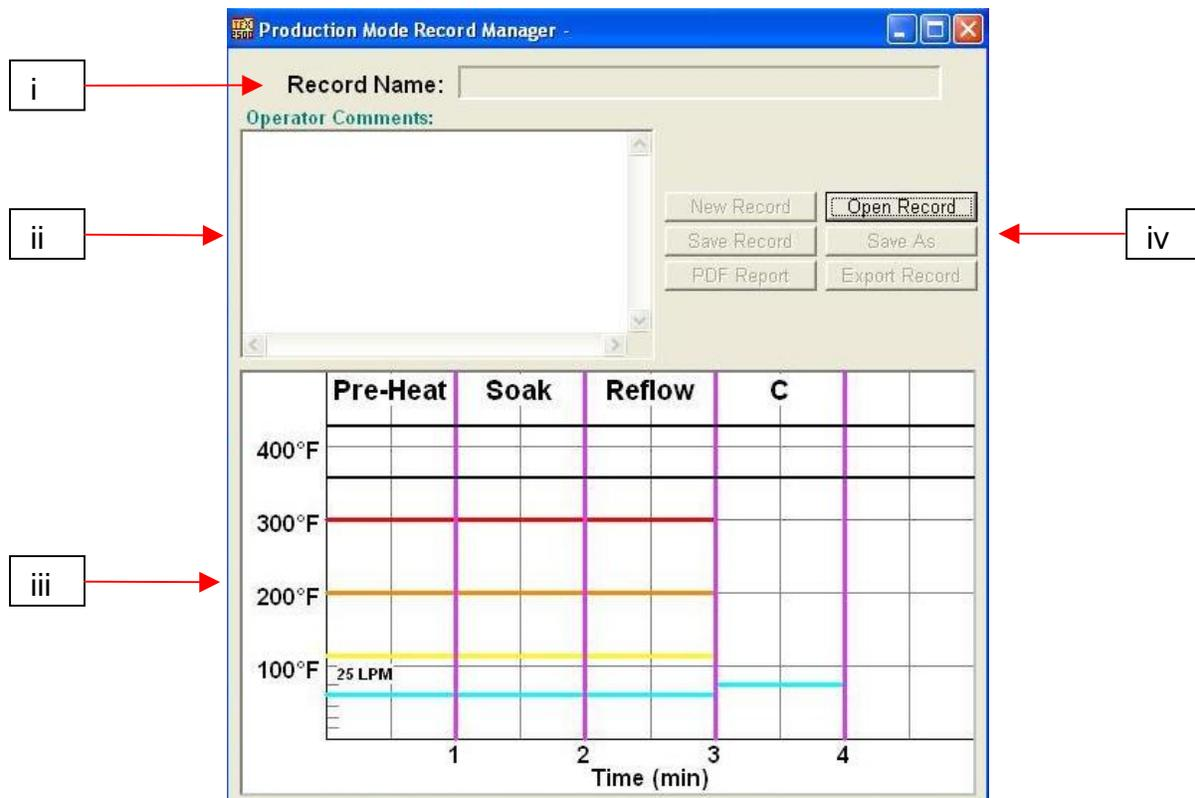

Abbildung 6a
- ii. Aufzeichnungsmanager. Hier können vom Entwickler eingegebene Temperatur- und Zeiteinstellungen abgefragt werden. (Abb. 6a)
h. Funktionen des Bildschirms Production Mode Record Manager [Aufzeichnungsmanager Produktionsmodus] (Abbildung 6a)